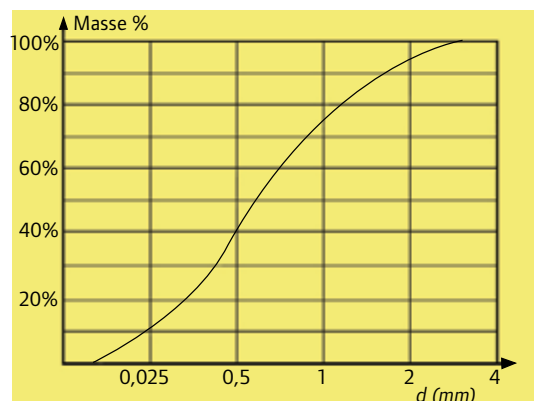

Fig. 1
- Denne fordeling indtegnes i diagram (fig. 1) for at få et billede over kornkurven for den bestemte jordtype